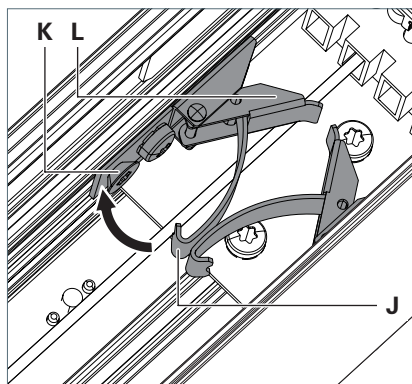

Fig. 24: Fixer des luminaires.
- Accrochez l'étrier **J** à la vis **K**, voir Fig. 24.